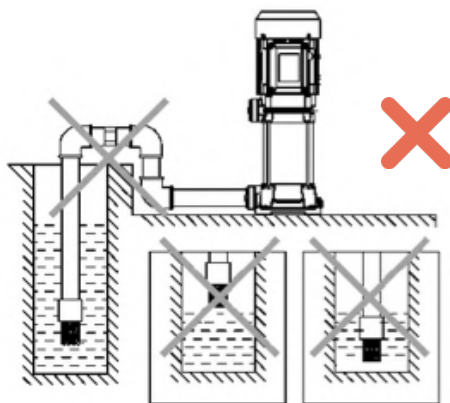

Fig. 2
2. Le clapet de pied doit être positionné verticalement et installé à 30 cm du fond de l'eau pour éviter l'aspiration de sable et de pierres (fig. 2).
5. Le clapet de pied ne doit pas se trouver au-dessus de la surface de l'eau (fig.2).